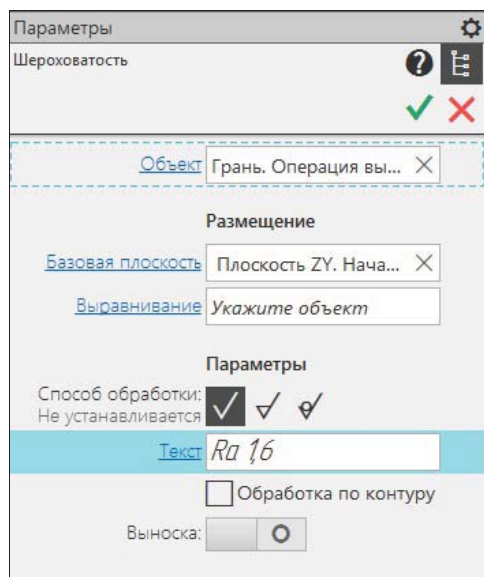

Рис. 28.12. Панель
- ◆ вызовите команду **Шероховатость**. На панели **Параметры: Шероховатость** (рис. 28.12) имеются параметры обозначения точно такие же, как и при создании шероховатости в графическом документе. Настройка параметров аналогична (см. *урок 13*), но с единственным отличием: при размещении знака на полке нельзя изменить направление полки. Точка, в которой был указан обозначаемый объект, определяет положение знака. На панели **Параметры** задайте такие параметры: